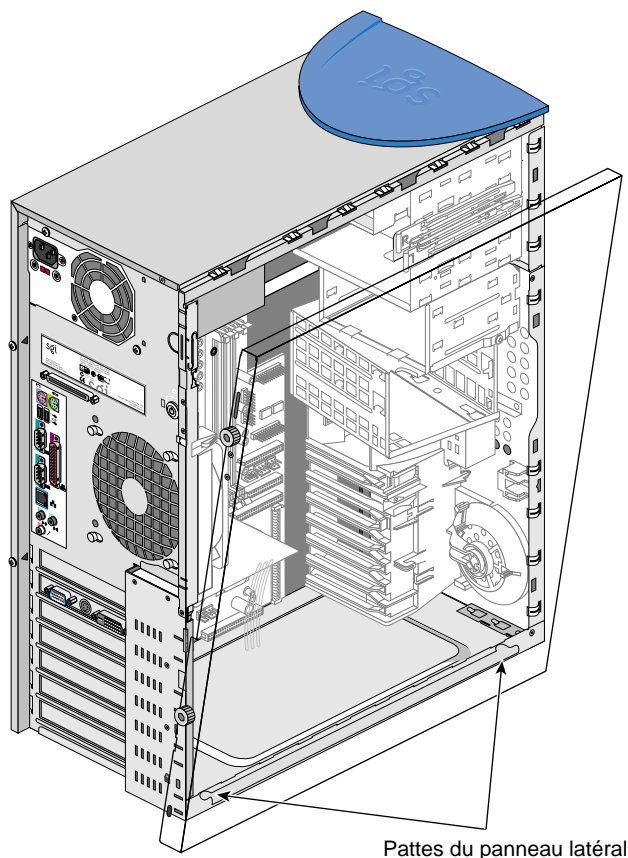

Figure 2-31 Mise en place du panneau latéral sur le rail inférieur du châssis
- Faire glisser le panneau latéral vers l'arrière du système jusqu'à ce que la patte arrière butte contre la partie arrière du châssis et que le panneau latéral soit bloqué. La Figure 2-31 montre la procédure correspondante.